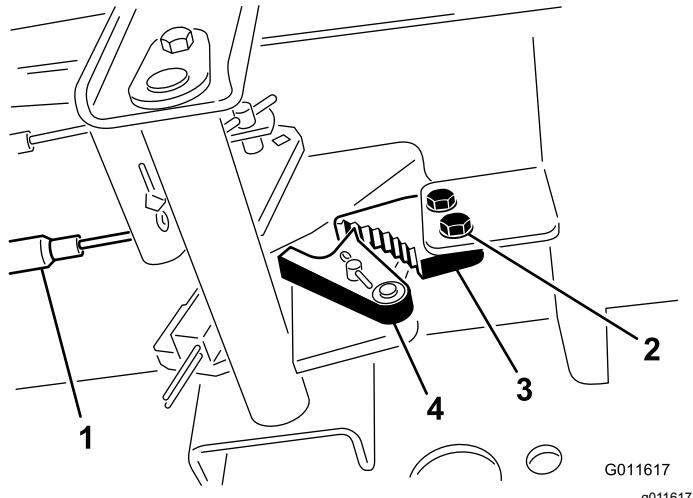

Figure 64
1. Desserrez les 2 vis qui fixent le cliquet du frein de stationnement au cadre (Figure 64).
2. Appuyez sur l'avant de la pédale du frein de stationnement jusqu'à ce que le verrou s'engage complètement sur le cliquet du frein (Figure 64).